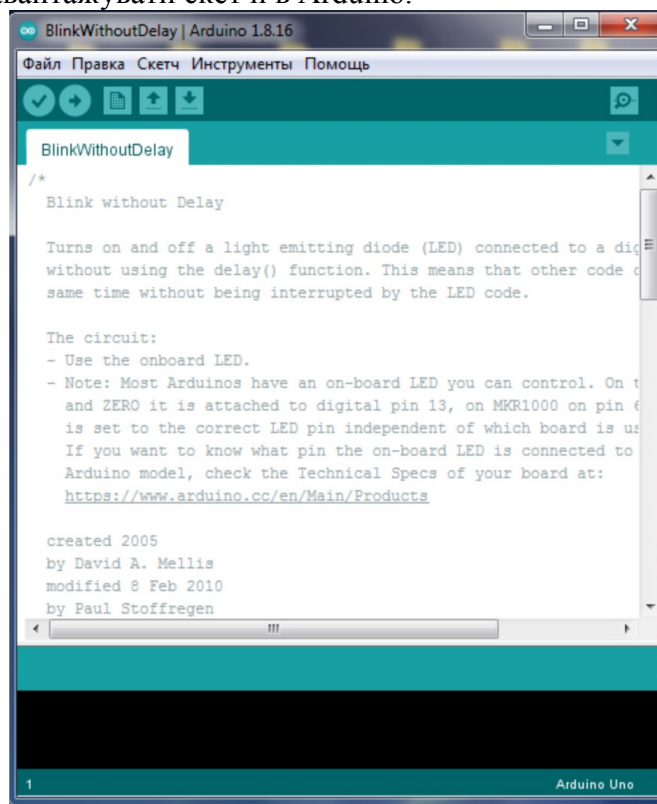

Рис. 10
- 9) Відкрити середовище розробки Arduino та вибрати тестову програму File > Examples > 1.Basics > Blink (рис. 10). Ця програма змушує мигати світлодіод, розташований на платі Arduino Uno, який апаратно під'єднаний до виводу 13 мікроконтролера.